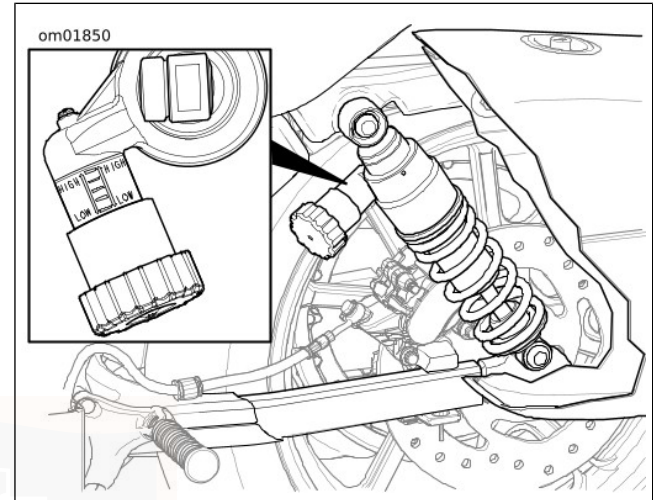

Figura 23. Pomello di registrazione della precarica: XL 1200T
1. Vedere Figura 23. Reperire il pomello di registrazione della precarica dietro alla borsa sinistra.